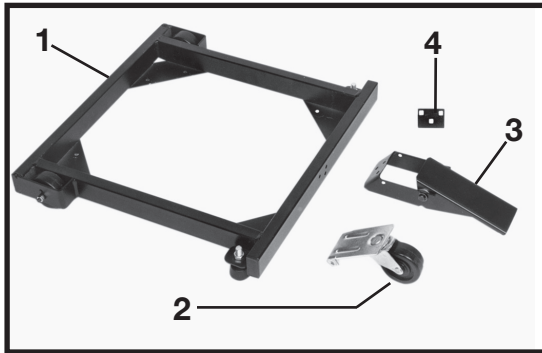
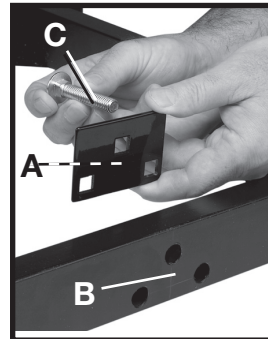
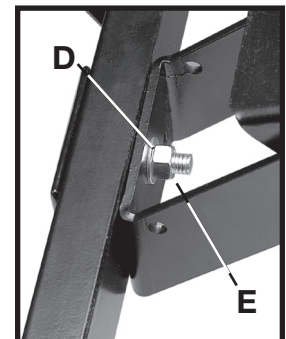

Fig. 1
Fig. 3
Fig. 4
1. Aligner les trois trous pratiqués dans la plaque de fixation (A), fig. 3, avec les trois trous (B) pratiqués dans la base mobile et le module de levier de commande à pied (3), fig. 1. Insérer un boulon de carrosserie de 3/8-16 x 2 po (C), fig. 3, dans la plaque de fixation, la base mobile et le module de levier de commande à pied. Enfiler une rondelle plate de 3/8 po (D), fig. 4, sur le boulon et fixer avec un écrou hexagonal 3/8-16 (E). Refaire cette opération pour les deux trous restants dans la plaque de fixation, la base mobile et le module de levier de commande à pied.